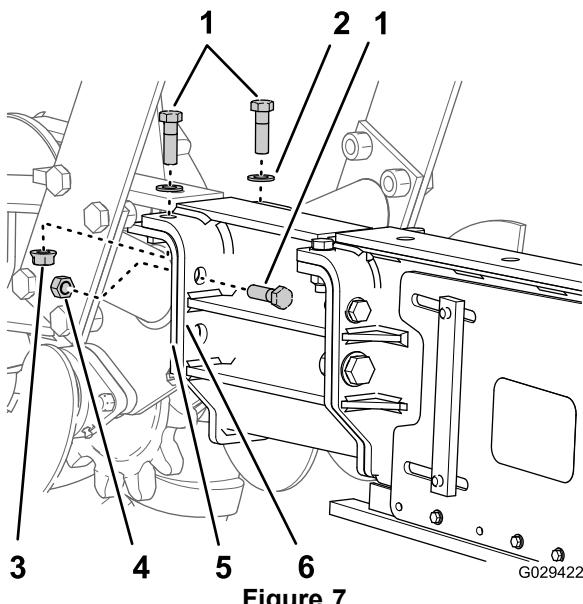

Figure 7
- Placez 2 boulons à tête hexagonale (3/4 x 2-1/2 po), rondelles et écrous dans les trous verticaux de la plaque de montage et du support de fixation de l'élinde (Figure 7).
7. Placez 2 boulons à tête hexagonale (3/4 x 2-1/2 po), rondelles et écrous dans les trous horizontaux de la plaque de montage et du support de fixation de l'élinde (Figure 7).